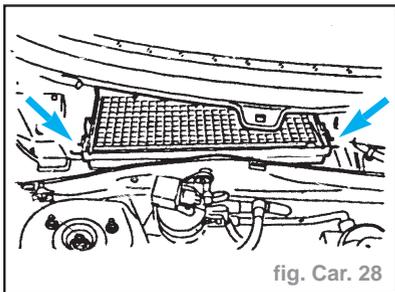

fig. Car. 28
- Ouvrir l'obturateur de service et déposer le filtre à particules. (fig. Car. 28)